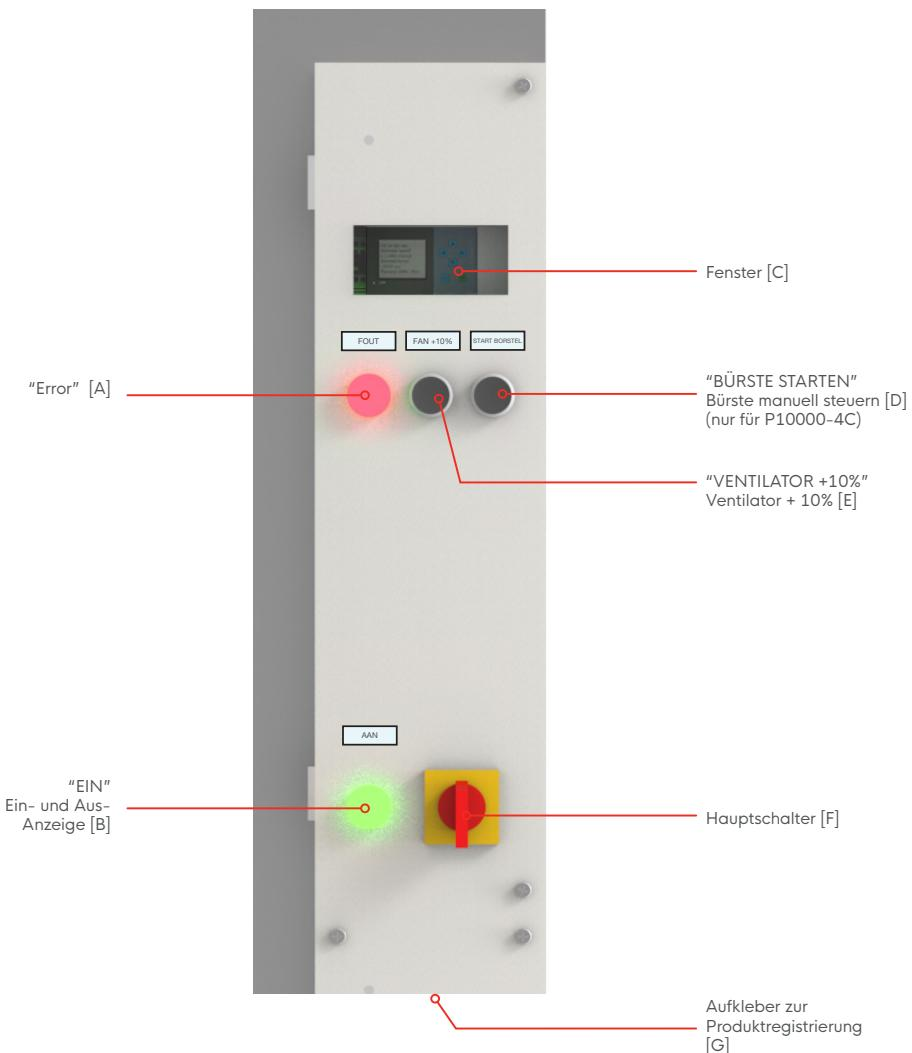
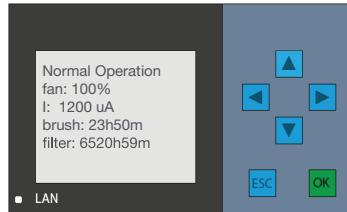

Abbildung 3.5: Teile des Steuerkastens
Abbildung 5.1:Anzeige bei Standardnutzung
Das Gerät wird mit Hilfe des Hauptschalters ein- und ausgeschaltet. Wenn das Gerät eingeschaltet ist, leuchtet das grüne Licht auf. Siehe Abschnitt [B] in Abbildung 3.5. Hinweis: Es ist möglich, den Hauptschalter zur Sicherheit, Wartung oder Reparatur mit Hilfe eines Vorhängeschlosses in der "AUS"-Position zu verriegeln. Dies ist notwendig, wenn es nicht möglich ist, den E-PURE ASPRA P10000 aus der Steckdose zu ziehen. Es ist vorzuziehen, den Stecker aus der Steckdose zu ziehen.
1. Stellen Sie den Hauptschalter (Abbildung 3.5 [F]) auf Position "0", um den E-PURE ASPRA P10000 auszuschalten.
Stellen Sie den Hauptschalter (Abbildung 3.5 [F]) auf Position "1", um den E-PURE ASPRA P10000-4C einzuschalten. Die grüne Anzeigelampe (Abbildung 3.5 [B]) leuchtet sofort auf. Nach +5 Sekunden Wartezeit hören Sie langsam, wie der Lüfter auf die eingestellte Drehzahl geht. Um den E-PURE ASPRA P10000-4C auszuschalten, setzen Sie den Hauptschalter auf "0" zurück. Bei "0" schaltet sich das gesamte System sofort ab.
Die Anzeige (Abbildung 5.1), die durch das Sichtfenster (Abbildung 3.5 [C]) sichtbar ist, zeigt nach dem Einschalten verschiedene Daten an:
Indem Sie die Drucktaste für die manuelle Selbstreinigung (Abbildung 3.5 [D]) zwei Sekunden lang gedrückt halten, können Sie selbst einen Reinigungszyklus starten. Wenn ein Selbstreinigungszyklus gestartet wird, hört der Ventilator auf zu laufen. Dadurch soll das Aufflackern von Staub während der Reinigung verhindert werden. Das System wartet 30 Sekunden, bis der Ventilator abgeschaltet wird.
Die Position des Ventilators kann manuell eingestellt werden. Drücken Sie dazu kurz die "VENTILATOR + 10%-Taste" (Abbildung 3.5 [E]). Jedes Mal, wenn die Taste gedrückt wird, dreht sich der Ventilator 10% schneller. Wenn Sie die Taste drücken, nachdem 100% erreicht wurden, kehrt der Ventilator auf 20% zurück. Es ist nicht möglich, das Gebläse auszuschalten, wenn der E-PURE ASPRA P10000-4C eingeschaltet ist.